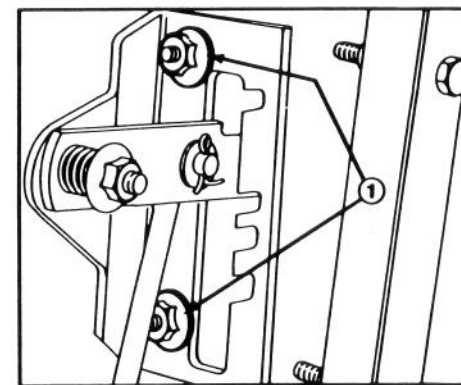

Figure 30
2. Desserrez les écrous à collerette qui fixent la plaque de sélecteur à la plaque de commande. Cela vous permettra de déplacer la plaque du sélecteur pour faciliter le réglage (Fig. 30).